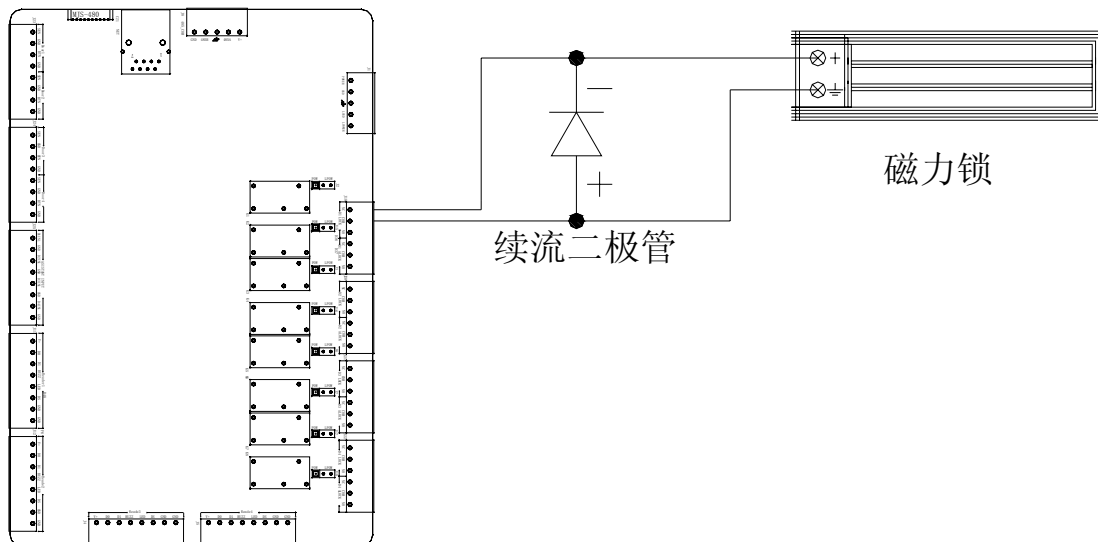

图 3.11 加续流二极管保护电路
- 实际安装过程中，为防止电锁通、断电工作时反向电势干扰控制器。建议安装时在电锁的正负极上并接续流二极管，以消除反向电势干扰，如图 3.11 所示：